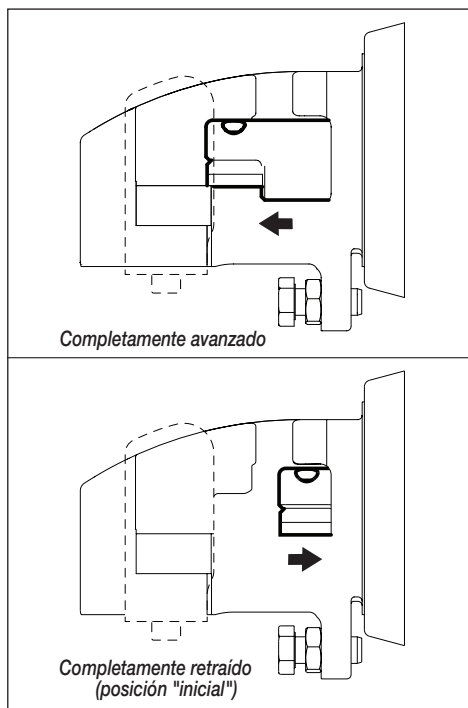

Figura 3, Posiciones del pistón (visto desde arriba)
2. Asegúrese de que el pistón esté en la posición inicial (totalmente retraído). Véase Figura 3.